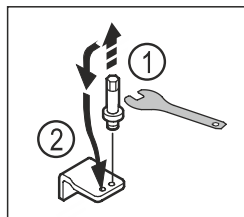

Fig. 22
- Dévisser l'axe du support de palier inférieur avec une clé mâle coudée pour vis à six pans creux de 5. Fig. 22 (1)
- Placer l'axe du côté opposé. Fig. 22 (2)